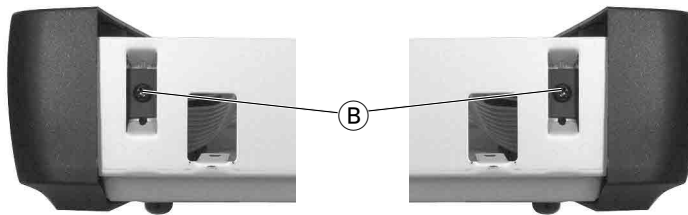

Fig. 2
- 2 Schrauben (B) an den Seitenteilen herausdrehen (Fig. 2).
- Undo 2 screws (B) one on each side of the case (Fig. 2).